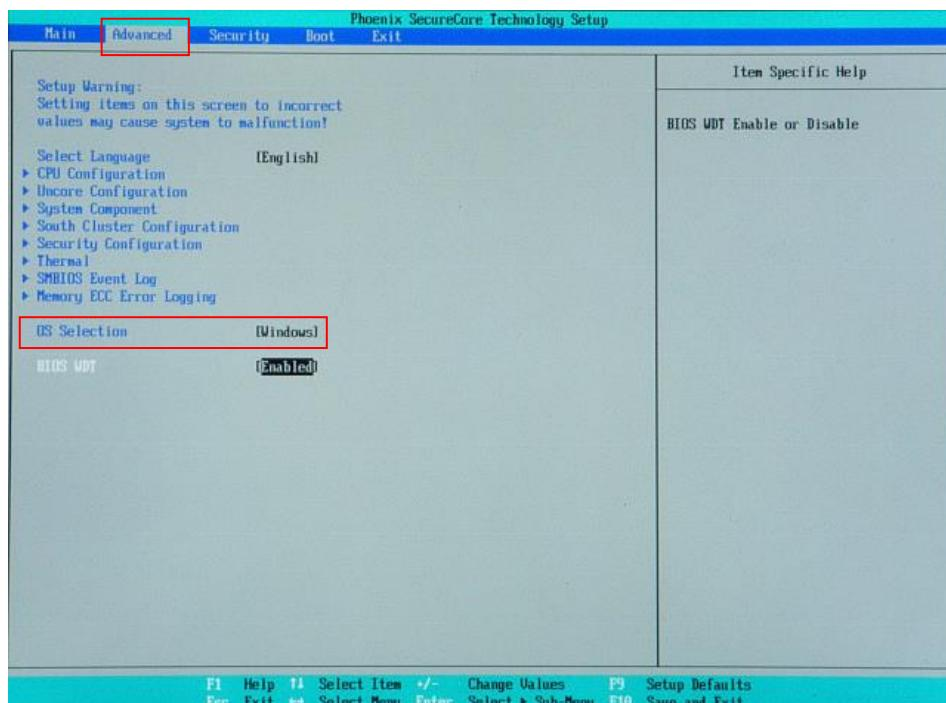

図5-1-4-1. BIOS設定 Advancedメニュー
- ④ [Boot] メニューを選択します。(図 5-1-4-2)
- ⑤ [ATA HDD] (m-SATA メインストレージ) を[USB HDD] (接続した USB メモリ) よりも上に設定します。